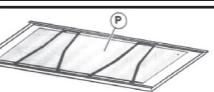

Fig. 16
Filtro anti-gordura: filtro em alumínio, na forma de painel do tipo indicado (Fig. 16) (P). Encontra-se colocado na parte de dentro da tela metálica: deve ser lavado periodicamente.